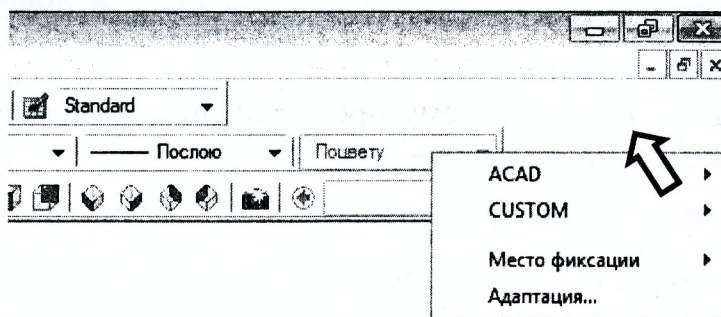

Рисунок 4 – Меню инструментальных панелей
- щелчком правой кнопки мыши по свободному полю вызовем меню инструментальных панелей (рис. 4);